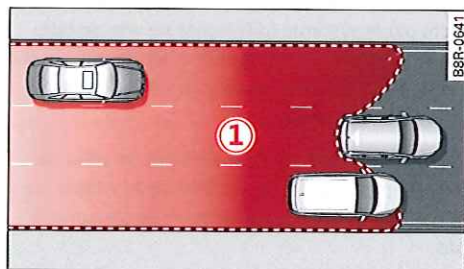
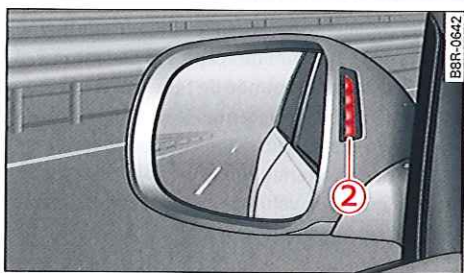

Fig. 144 Zone de couverture des capteurs
Fig. 145 Témoins dans le rétroviseur extérieur
Le système side assist surveille l'angle mort et le trafic derrière votre véhicule à l'aide de capteurs radars. Il vous met en garde, dans les limites du système, des véhicules se situant dans la zone de couverture ① ⇒ fig. 144 et se rapprochant de votre véhicule ou circulant à la même vitesse. Lorsqu'un changement de voie présente un danger, les témoins ② s'allument dans le rétroviseur extérieur ⇒ fig. 145.